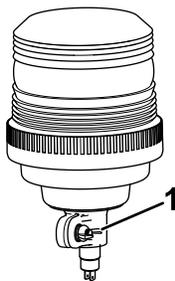

Figure 17
- Desserrez l'écrou à oreilles sur le gyrophare (Figure 17).